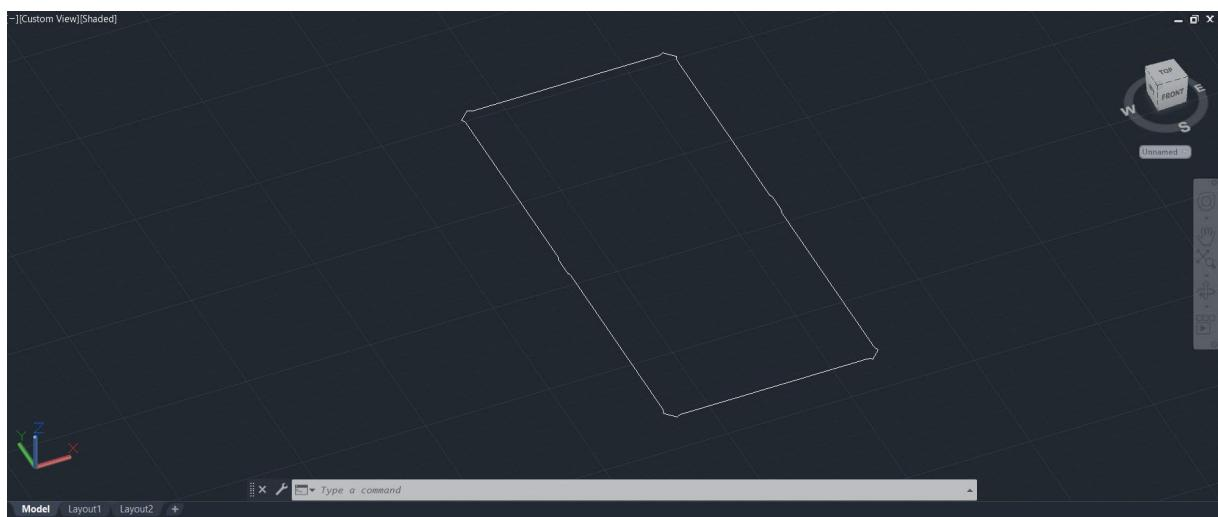

Figura 5 – Proiectarea Componentei Bed
Pentru buzunarele mesei am folosit în continuare schiță prezentată. Pentru buzunarul din stânga sus am trasat o linie din mijlocul arcului creat în schiță cu ajutorul comenzi *Line* din *RIBBON*, secțiunea *Draw*. Pe urmă, am aplicat comanda *Mirror* pentru a aplica asta tuturor buzunarelor rămase în colțuri, iar pentru buzunarele din mijloc am procedat la fel. Am folosit în continuare funcția *Boundary (BO)* pentru a crea o suprafață închisă în jurul punctului selectat. Astfel, am ajuns la figura 5, care va fi *Componenta Bed*.